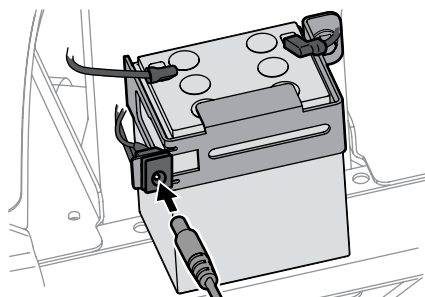

Figura 4-15
- a. Para este tractor, está disponible por separado una unidad de carga. Las instrucciones para el uso de esta función se adjuntarán al accesorio de carga de la batería. La unidad de carga se conecta justo al lado de la batería como se indica en la Figura 4-15. Para pedir el cargador de la batería, consulte la hoja del Suplemento sobre Piezas/Garantía.